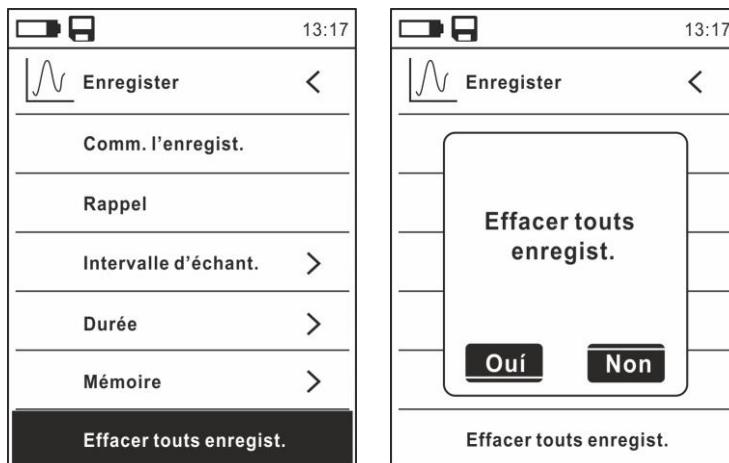

Fig. 38: Fonction data logger – Suppression de tous les enregistrements
26. Sélectionner la rubrique « Effacer tous enregist. » (voir Fig. 38 – partie gauche) et appuyer sur la touche □. La page-écran Fig. 38 – partie droite s'affiche à l'écran